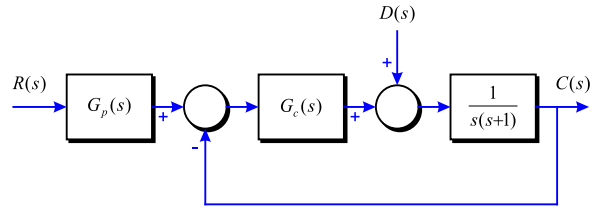

Figura 3-48
**Problema 108** A la Figura 3-48 es veu el diagrama de blocs del braç d'un robot espacial.